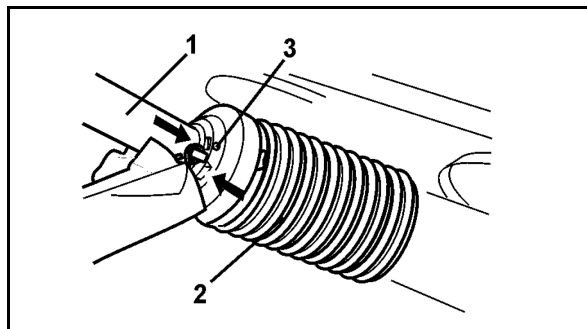

Fig. 57
9. Emmanchez le demi-tube de protection (Fig. 57/1).
10. Tournez le bol de protection (Fig. 57/2) en position de blocage.
11. Vissez la vis d'arrêt (Fig. 57/3).